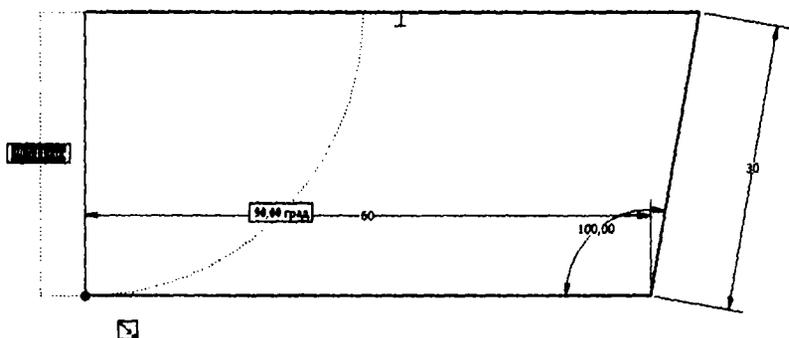

Рис. 3.6. Исходная форма готова
16. Щелкните мышкой, чтобы соединить отрезки. См. рис. 3.6.